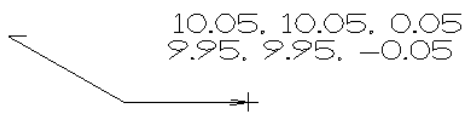

图 4.1.9 3D
- ☒ ☒ 3D 单选项：用于设置显示 X 方向、Y 方向和 Z 方向点的位置文本，如图 4.1.9 所示。